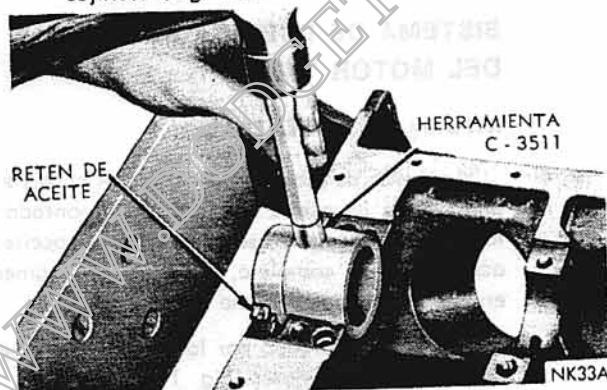

Fig. 40 - Instalación del Retén de Aceite del Cojinete Trasero de bancada.
2. Golpéese ligeramente el retén para instalarlo en su lugar, usando la Herramienta C-3511, hasta que la herramienta citada, esté asentada en la cavidad de apoyo del cojinete (Fig. 40).